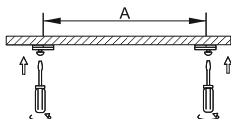

Рисунок 2
– на монтажной поверхности закрепите два плоских элемента крепления на расстоянии А (рисунок 2);